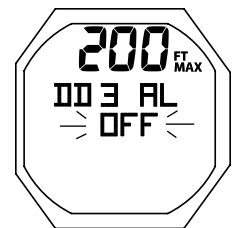

Fig. 133A - AJUSTE ALARMA DD3
**Ajuste de la alarma de profundidad de descenso 3 (DD3)\*\*** - Ésta es la información mostrada (Fig. 133A):